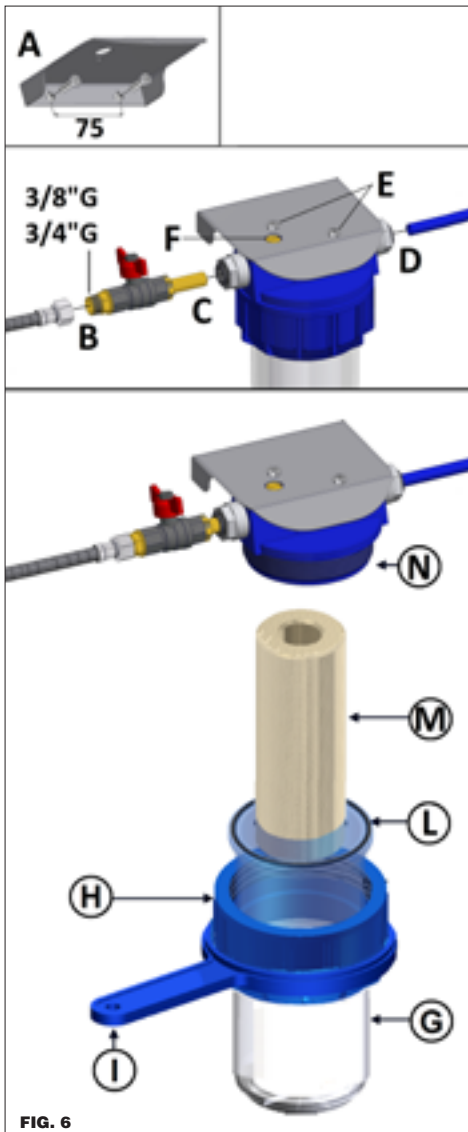

FIG. 6
**LEGGENDA (fig. 6):**
**LEGEND (fig. 6):**